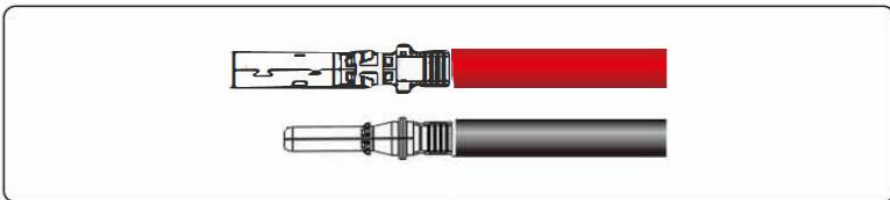

Figura 5.12 Engarce de un conector metálico
**Paso 2** Introduzca las zonas expuestas de los cables de alimentación positivos y negativos en los terminales metálicos de los conectores positivos y negativos, respectivamente, y engánchelos con una herramienta de engaste, como se muestra en la figura 5.12.